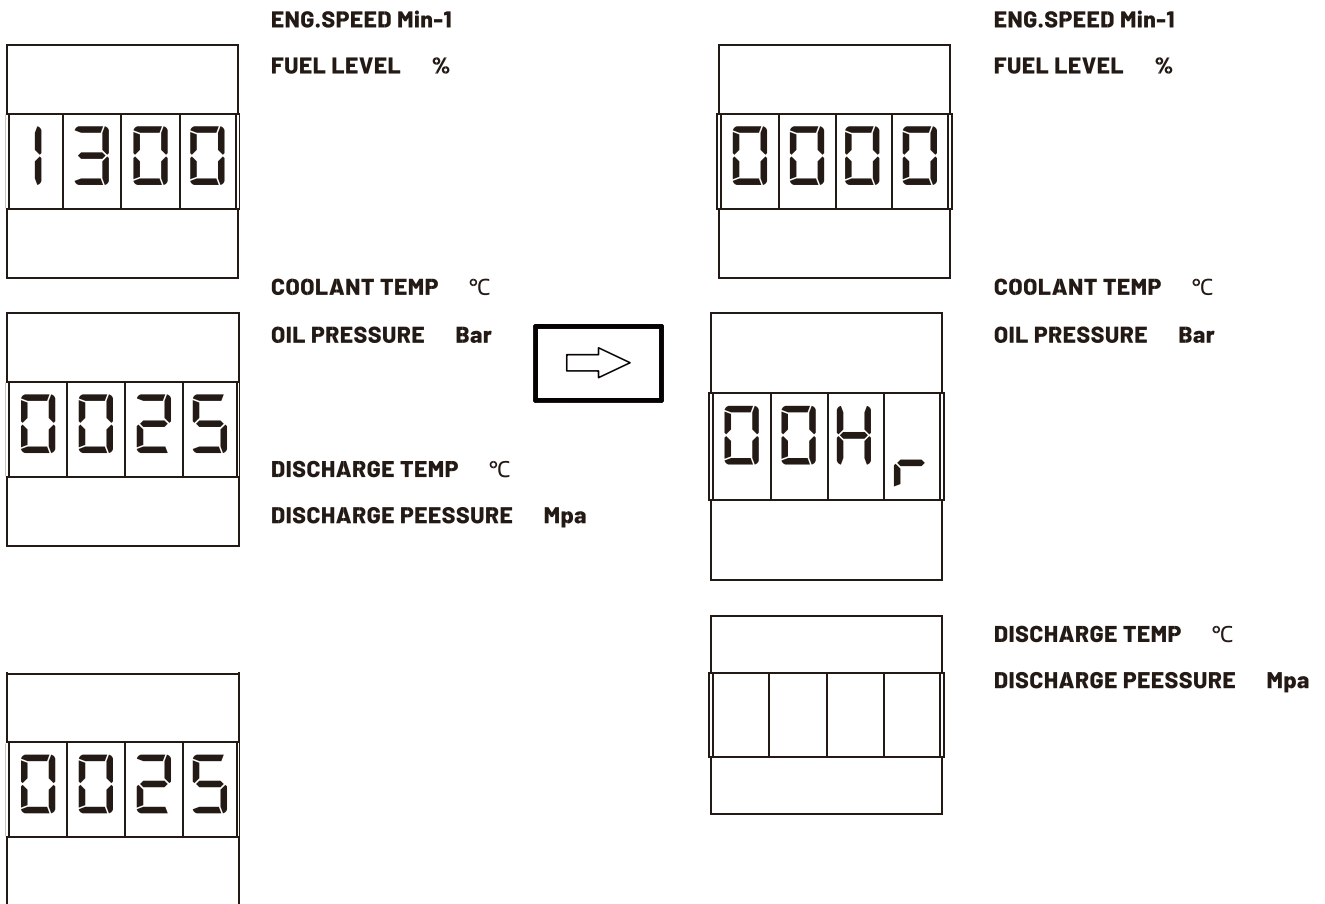

Рисунок 29. Часы работы компрессора
1. Нажмите кнопку (ALTER/TIMER), чтобы проверить количество часов, в течение которых машина использовалась. (Рисунок 29)